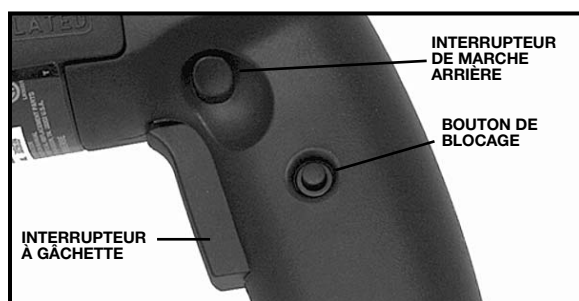

Fig. 3
2. Pressez l'INTERRUPTEUR À GÂCHETTE Fig. 3, pour mettre le moteur en marche. Relâchez la gâchette pour arrêter le moteur.
3. BOUTON DE BLOCAGE – Un bouton de blocage Fig. 3 est prévu pour garder le moteur en marche sans devoir tenir l'interrupteur à gâchette à la position de marche.
4. INTERRUPTEUR DE MARCHÉ ARRIÈRE – L'interrupteur de marche arrière est situé comme indiqué à la Fig. 3. Ces modèles fonctionneront en marche avant (rotation en sens horaire) pour percer des trous, ou en marche arrière (rotation en sens anti-horaire) pour dégager des mèches coincées. Pour la rotation en sens anti-horaire, arrêtez le moteur en relâchant l'interrupteur à gâchette et déplacez l'interrupteur de marche arrière vers le côté droit de la perceuse, ou en sens opposé pour la rotation en sens horaire.